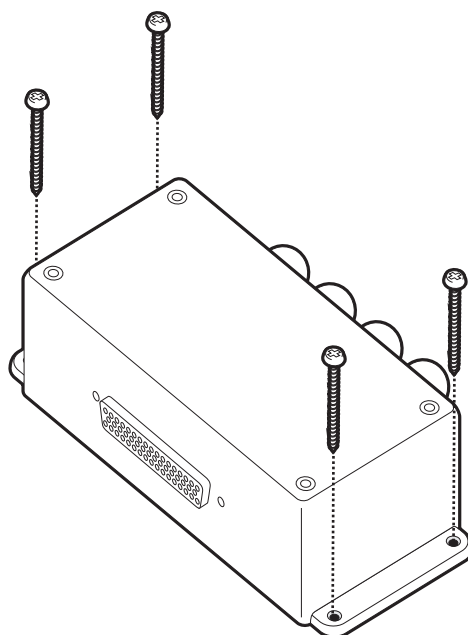

Abbildung 38 Montieren des Anschlusskastens
- Der Transponder ist mit vier selbstschneidenden Schrauben ausgestattet, um den Anschlusskasten mit der Zapfenhalterung auf einer geeigneten Oberfläche zu befestigen. Weitere Informationen hierzu finden Sie in Abbildung 38.